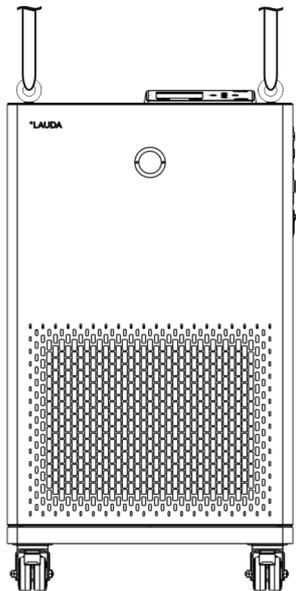

Abb. 4: Gerät anheben
8. **Bild 4:** Drehen Sie die Ringschrauben in die Gewinde ⑧ (M10 beziehungsweise M16) auf der Oberseite des Gehäuses vollständig ein. Drehen Sie hierzu im Uhrzeigersinn.